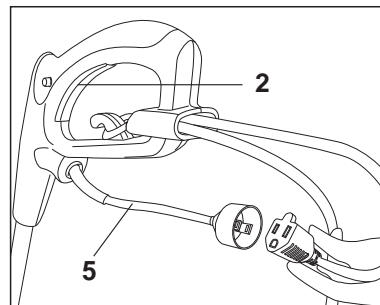

Fig. 6
2. Branchez le cordon d'alimentation [5] à la prise de la rallonge (Fig. 6).